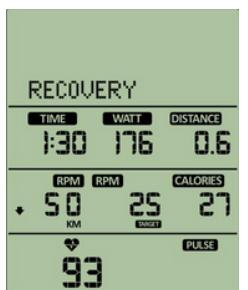

Figura 53
- Si la velocidad excede el rango objetivo, la ventana izquierda mostrará flechas ↑ / ↓ para recordar al usuario que aumente o disminuya la velocidad del pedaleo (Figura 53).